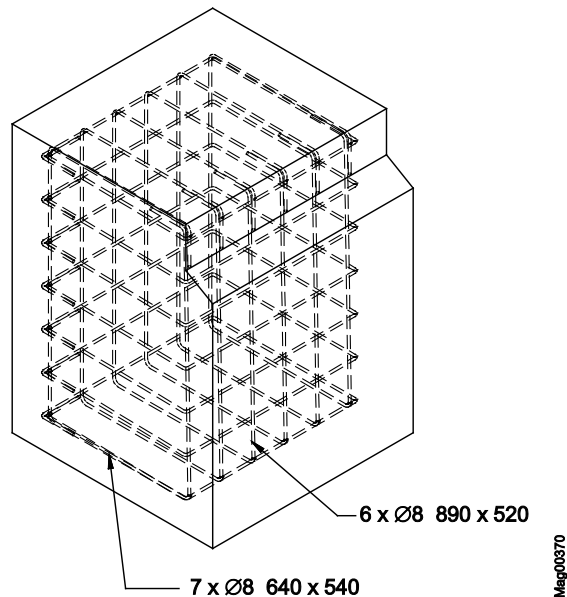

Abb. 13: Armierungsgeflecht Access XL2 und Access XXL (Maße in mm)
2. Armierungsgeflecht gemäß Abb. 13 im Fundamentloch verlegen.